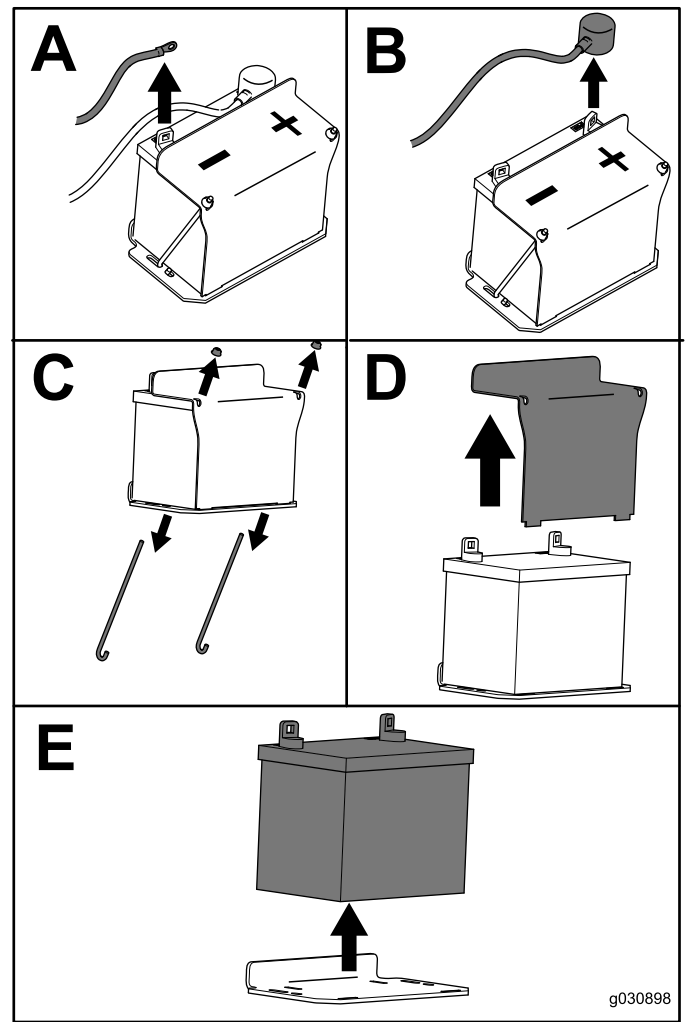

Figura 53
3. Retire la batería, según se muestra en Figura 53.